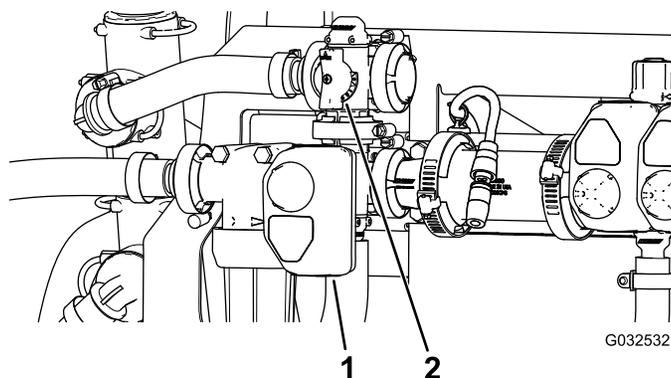

Figura 50
10. Regolate la valvola di bypass dell'agitatore (Figura 50) sul lato posteriore della valvola dell'agitatore fino a quando la pressione dell'impianto di irrorazione non è pari a 689 kPa (100 psi).